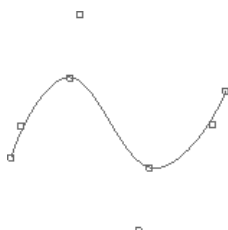

图 3.2.21 开放的（显示通过点和控制点）
- ◆ 选取 **Open End with Fit and Control Points** 选项，则此时的样条如图 3.2.21 所示。